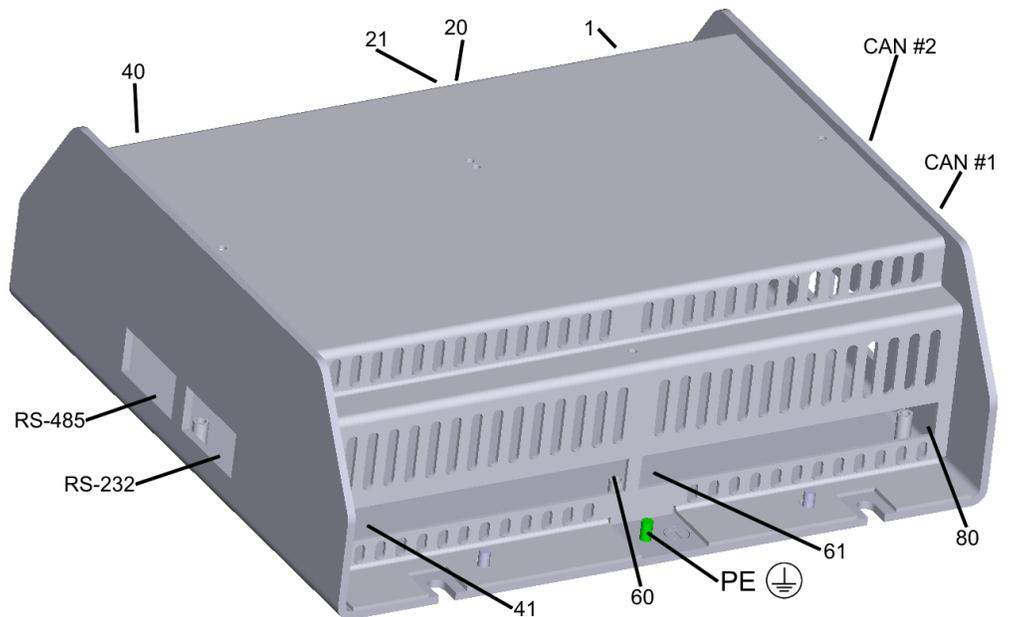

Abbildung 4-9: easYgen-3100 - Klemmenanordnung
Im Falle des easYgen-3100 mit Metallgehäuse ist der Anschluss für die Schutzerde an Klemme 61 nicht belegt. Hier muss der Schutzerdungsanschluss am Metallgehäuse verwendet werden (siehe Abbildung 4-9).
Im Falle des easYgen-3100 mit Metallgehäuse ist der Anschluss für die Schutzterde an Klemme 61 nicht belegt. Hier muss der Schutzerdungsanschluss am Metallgehäuse verwendet werden (siehe Abbildung 4-9 auf Seite 17).
**easYgen-3100:** Im Falle des easYgen-3100 mit Metallgehäuse ist der Anschluss für die Schutz Erde an Klemme 61 nicht belegt. Hier muss der Schutz erdungsanschluss am Metallgehäuse verwendet werden (siehe Abbildung 4-9 auf Seite 17).